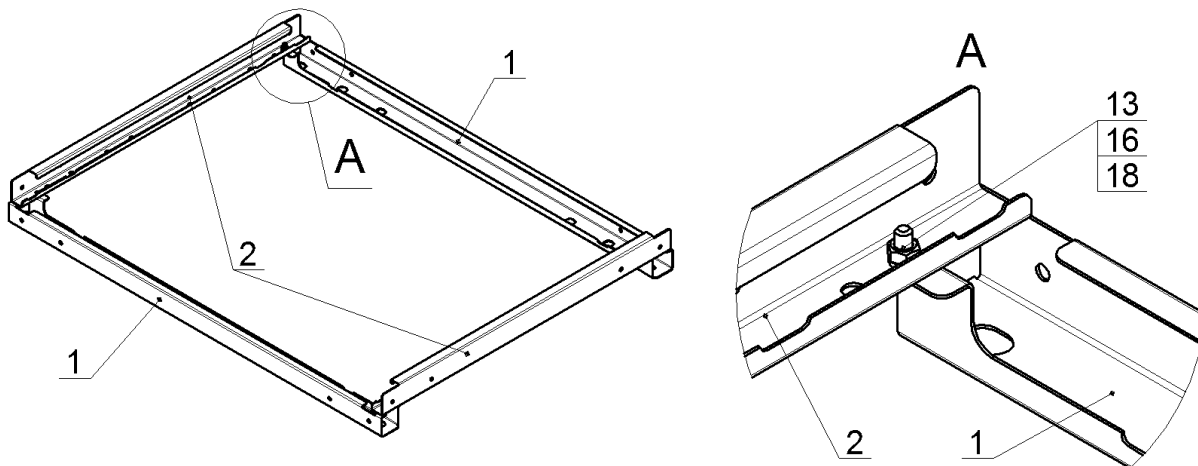

Рис.2
2. Уложить на горизонтальную, ровную поверхность профили лицевые, верхние, поз.1 (890мм). На полки профилей лицевых поз.1 установить профили боковые, верхние поз.2 (687мм) и закрепить их 4 болтами М6, гайками и шайбами поз.13, 16 и 18, как показано на рис.2. Гайки не затягивать: